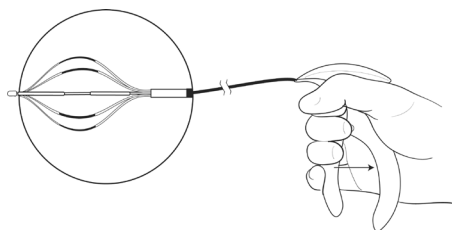

Figure 4 : Ensemble d'électrodes du cathéter Alair déployé
- 7 Avant d'insérer le cathéter dans le bronchoscope ou de l'en retirer, s'assurer que l'ensemble d'électrodes est détendu. Ne pas utiliser le cathéter si l'ensemble d'électrodes ne se déploie ou ne se détend pas correctement (voir Instructions d'utilisation, Figures 4 et 5).
6. Tenir la poignée du cathéter dans la paume, avec le pouce et l'index juste en dessous du logo Alair. Presser ensuite la poignée avant en direction de la poignée arrière et s'assurer que l'ensemble d'électrodes se déploie correctement. Vérifier qu'il s'ouvre entièrement et uniformément. Voir Figure 4.